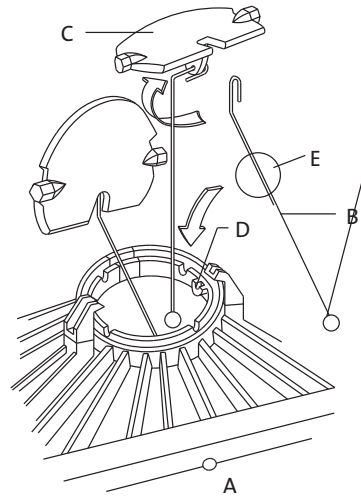

Fig 14
9.2 Geëmailleerde voorpanelen (afb. 14)